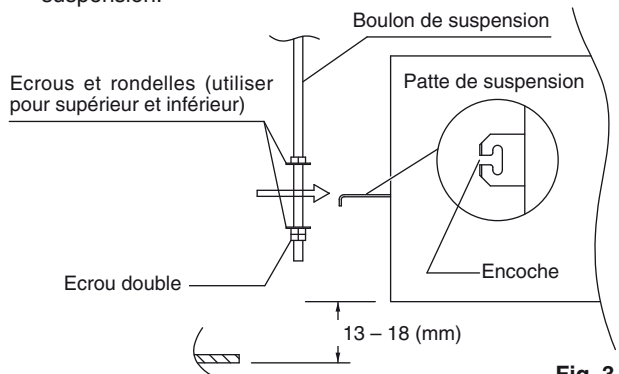

Fig. 3-5
- (3) Monter les 3 écrous hexagonaux (fourniture sur site) et les 2 rondelles (fourni) sur chacun des 4 boulons de suspension (Fig. 3-5). Utilisez 1 écrou et 1 rondelle pour le côté supérieur et 2 écrous et 1 rondelle pour le côté inférieur de sorte que l'unité ne tombe des pattes de suspension.